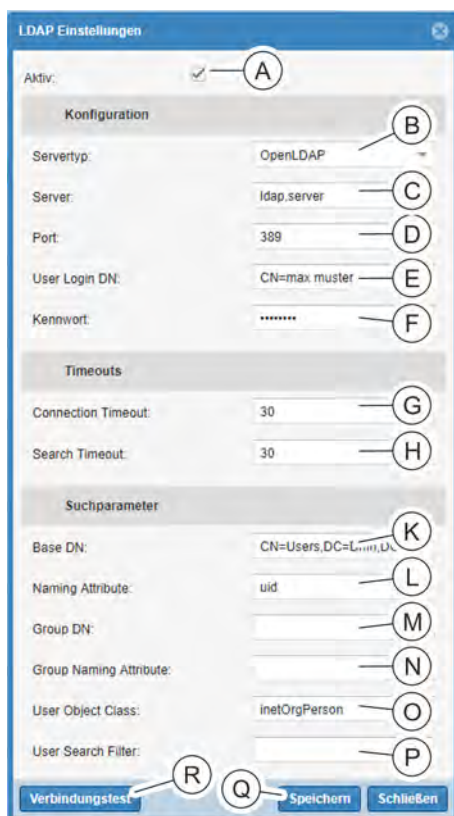

Fig. 144 : Fenêtre « Paramètres LDAP »
Les champs de saisie « Group DN » (Fig. 144 /Ⓜ), « Group Naming Attribute » (Fig. 144 /Ⓝ) et « User Search Filter » (Fig. 144 /Ⓟ) ne sont pas encore supportés dans la version actuelle et ne peuvent pas être utilisés.
2. Cliquer sur la case « Activé » (Fig. 144 /A) pour activer le service LDAP.
3. Dans le menu de sélection « Server Type », sélectionner le type de serveur du service d'annuaire utilisé (Fig. 144 /B).
4. Saisir l'adresse IPv4 ou IPv6 ou encore le nom d'hôte du serveur du service d'annuaire (Fig. 144 /C).
5. Saisir le port pour le service LDAP (le port standard est 389) (Fig. 144 /D).
6. Pour la connexion au service d'annuaire, saisir l'utilisateur (User Login DN) (Fig. 144 /E) et le mot de passe correspondant (Fig. 144 /F).
7. Le cas échéant, saisir une valeur timeout pour l'établissement de la connexion avec le service d'annuaire, comprise entre 1 et 60 secondes (la valeur standard est 30 secondes) (Fig. 144 /G).
8. Le cas échéant, saisir une valeur timeout pour la recherche dans le service d'annuaire, comprise entre 1 et 500 secondes (la valeur standard est 30 secondes) (Fig. 144 /H).
9. Pour la recherche dans le service d'annuaire, saisir le point d'entrée (Base DN) (Fig. 144 /K).
10. Si besoin, adapter le « Naming Attribute » (Fig. 144 /L). Lors du choix du type de serveur, celui-ci est automatiquement réglé sur « sAMAccountName » pour « MS Active Directory » et sur « uid » pour « OpenLDAP ».
11. Si besoin, adapter l'« User Object Class » (Fig. 144 /O). Lors du choix du type de serveur, celui-ci est automatiquement réglé sur « user » pour « MS Active Directory » et sur « inetOrgPerson » pour « OpenLDAP ».
- 12.** ▶ Vérifier la connexion au service d'annuaire en cliquant sur le bouton « *Test connection* » (Fig. 144 /®).
- 13.** ▶ Appuyer sur le bouton « *Enregistrer* » (Fig. 144 /©) pour confirmer la saisie.